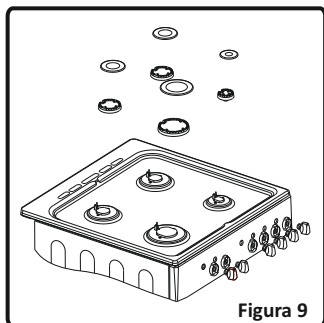

Figura 9
- Scoateți protecția arzătorului și adaptorul (Figura 9).